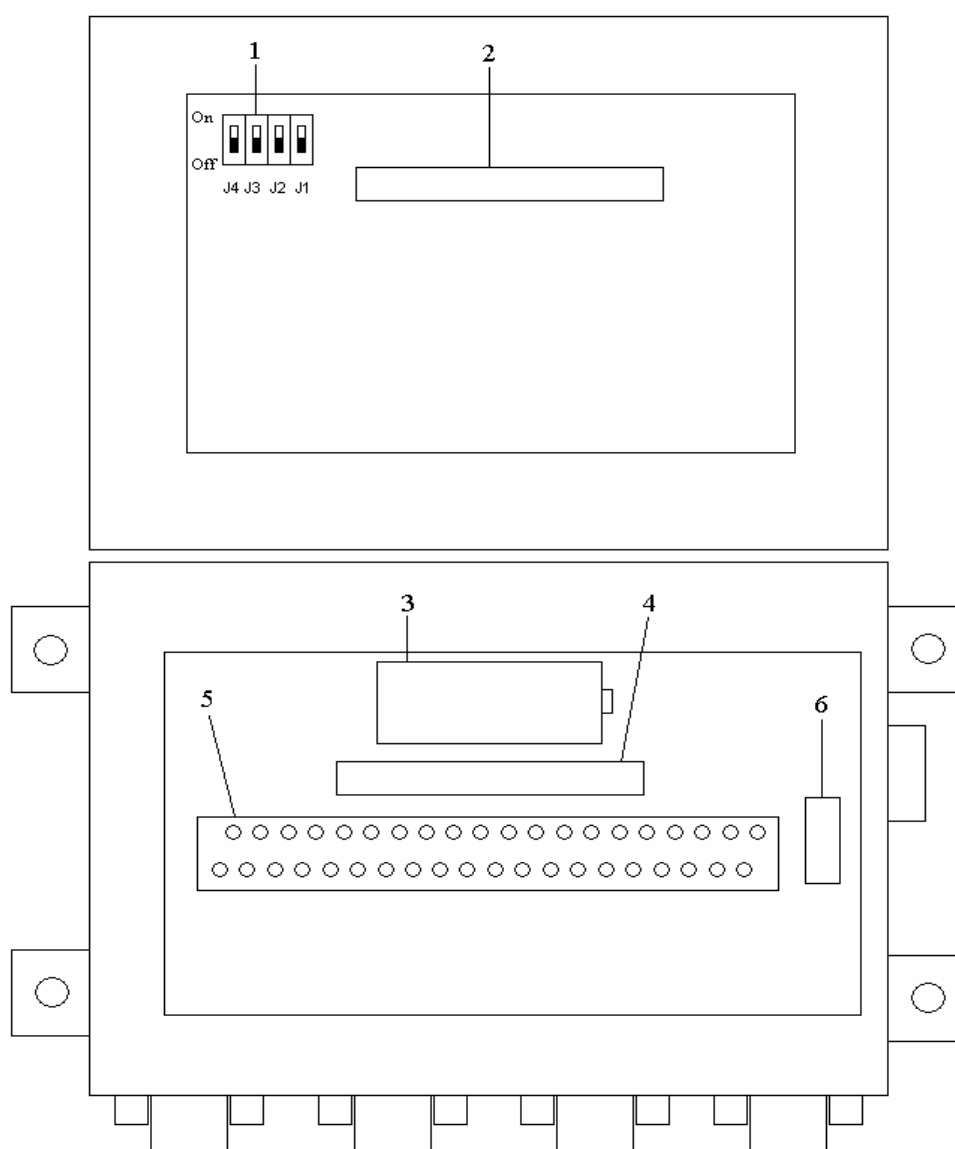

Рис.5 Вид тепловычислителя с открытой верхней крышкой.
Для входа в процедуру установки необходимо установить переключатель J4 (рис. 5) в положение On и запустить ПО. При установке этого переключателя прибор переходит в режим SET PARS, в этом режиме индикация показаний не осуществляется. Инструкция по работе с ПО прилагается.
2.3.1.3 Режим поверки – переключатель J3 в положении On (рис. 5). В этом режиме осуществляется индикация основных параметров. Но при этом все параметры рассчитываются и индицируются в отдельном регистре (он автоматически обнуляется при вводе в режим поверки). Кроме этого, тепловая энергия индицируется с высокой точностью (семь знаков после запятой). Расчет параметров производится в той системе, на которую запрограммирован тепловычислитель. Долгое (более 1 часа) нахождение тепловычислителя в режиме поверки не допускается.